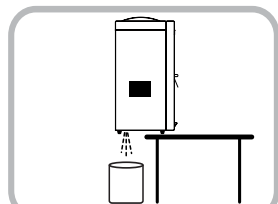

Fig.5
10. Mueva la unidad hacia el borde de la mesa o del mostrador hasta que el tapón de drenaje esté expuesto. Asegúrese de tener un depósito de agua o una cubeta debajo. (Fig. 5)